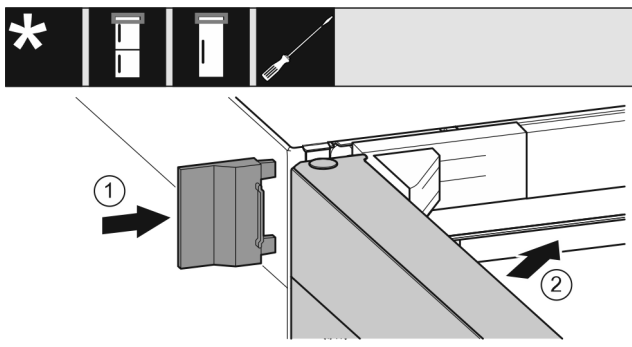

Fig. 24
- ▶ Wsunąć zewnętrzną osłonę. Fig. 24 (1)
- ▶ Zamknąć górne drzwi. Fig. 24 (2)